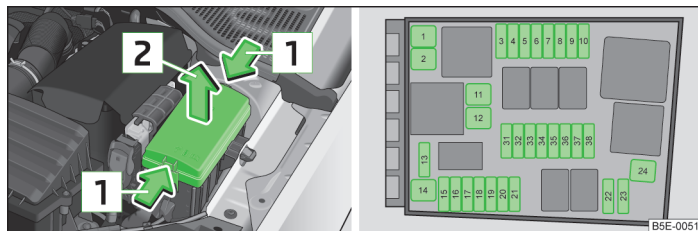

Fig. 218 Capacul cutiei cu siguranțe din compartimentul motor / reprezentare schematică a cutiei cu siguranțe
- În același timp, comprimați tastele de blocare în sensul săgeții » fig. 218.